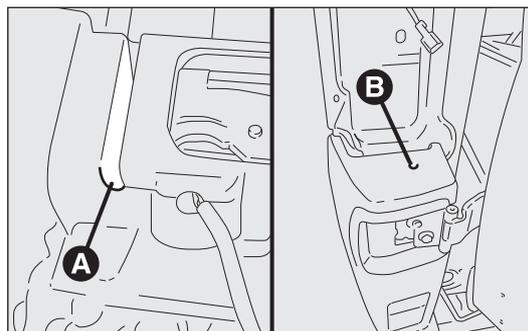

Abb. 187
- die untere Befestigung A zwischen mittlerer und seitlicher Stoßstange Abb. 187 herausdrehen;
- nach dem Abbau der Rückleuchte die obere Befestigung B – Abb. 187 herausdrehen;